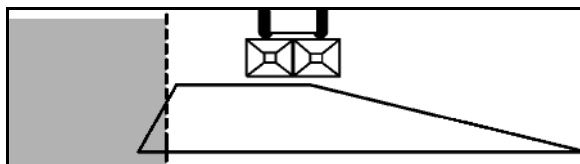
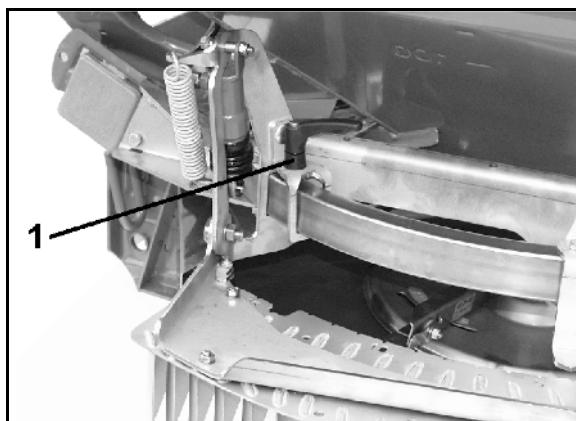

Рис. 71
Рис. 73
Настраиваемое значение следует найти в таблице норм внесения удобрений (Рис. 71).
2. Сдвигайте защитный экран по направляющей скобе (Рис. 73/1) до тех пор, пока стрелка (Рис. 73/2) не будет стоять на устанавливаемом значении из таблицы норм внесения удобрений (Рис. 71).